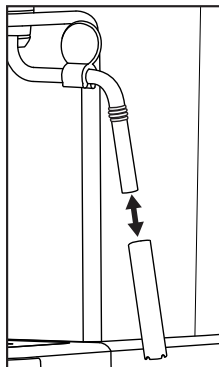

Figure 1
- 1) Tenez un récipient vide sous le mousser à lait ⑩.
- 2) Juste après utilisation, tournez le régulateur de vapeur ⑦ sur «  /  » et laissez s'échapper la vapeur quelques secondes.
- 3) Fermez le régulateur de vapeur ⑦ (tournez jusqu'à la butée dans le sens « ● »), arrêtez l'appareil et débranchez la fiche secteur.
- 5) Retirez la gaine du mousser à lait ⑩ (figure 1) et la nettoyer soigneusement à l'eau chaude.
- 7) Glissez à nouveau la gaine sur la buse (figure 1).